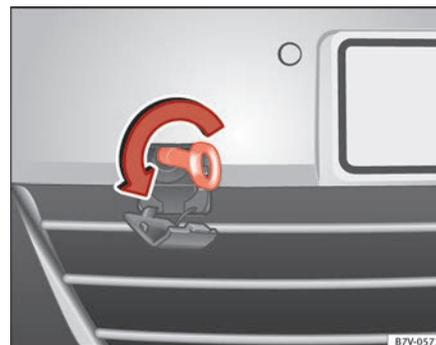

Abb. 218 Im Stoßfänger vorn rechts: Abschleppöse einschrauben.
Die Aufnahme für die einschraubbare Abschleppöse befindet sich vorn rechts im Stoßfänger ⇒ **Abb. 218**.
- Abschleppöse so fest es geht **entgegen dem Uhrzeigersinn** in die Aufnahme drehen ⇒ Abb. 218 ⇒ ⓐ. Einen geeigneten Gegenstand benutzen, mit dem die Abschleppöse vollständig und fest in die Aufnahme eingeschraubt werden kann.